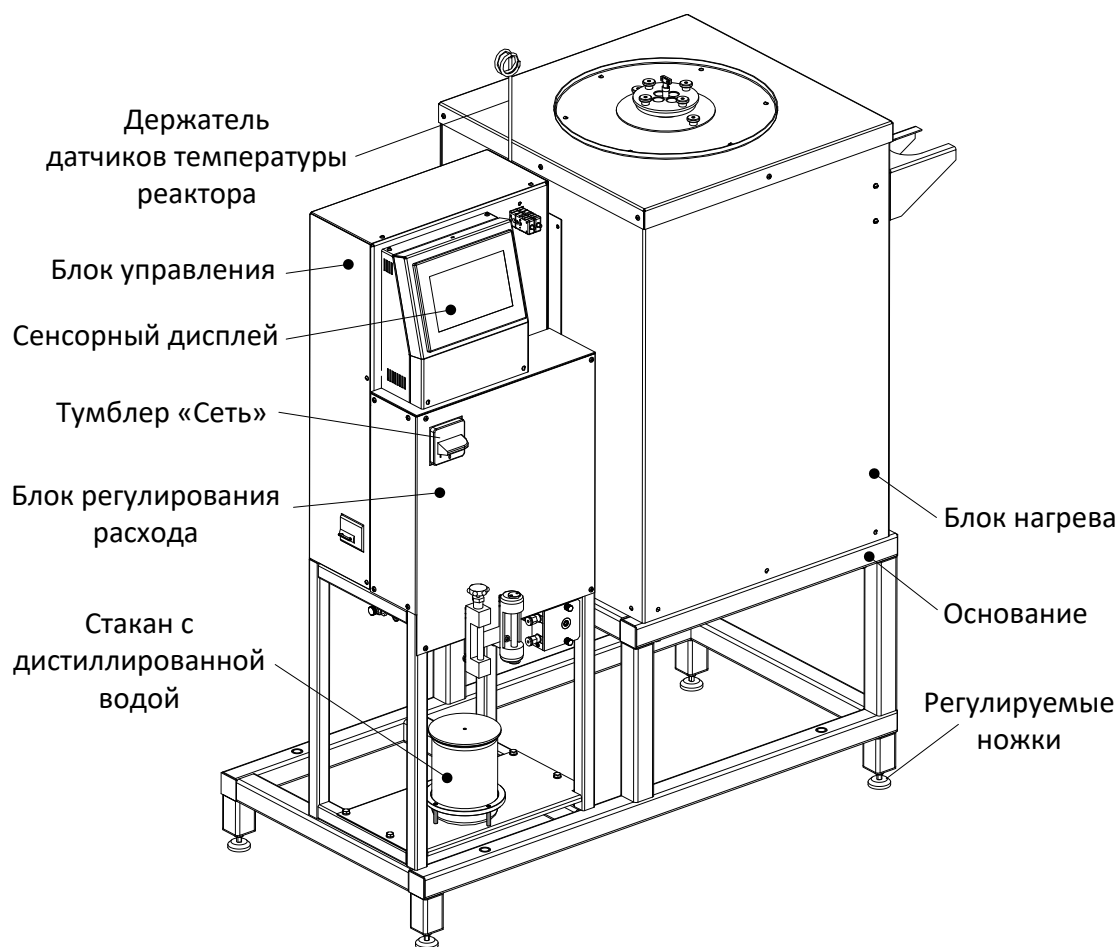

Рисунок 1 – Общий вид устройства
3.3.1 Включить устройство тумблером «Сеть» (рисунок 1).